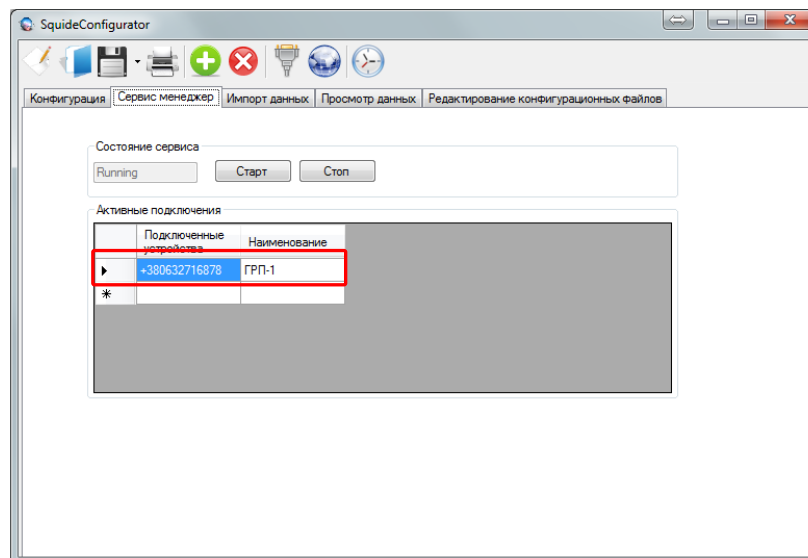

Рисунок 8.28 - GSM-маршрутизатор Squid-2H, подключение к серверу
2. Перейти на вкладку «Сервис менеджер», нажать клавишу «Старт» и подождать некоторое время. Правильным результатом настройки будет, рисунок 8.28.